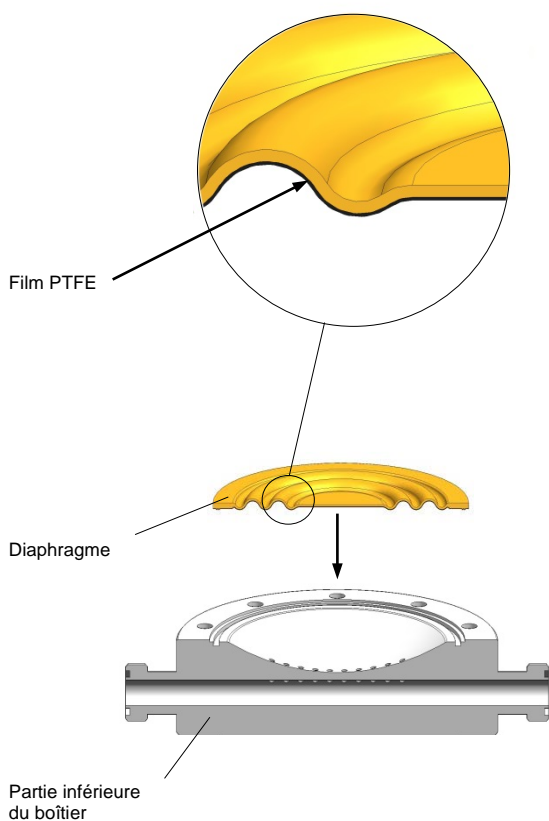

Fig. 29 Remplacement du diaphragme (version en matière synthétique)
- Placer le nouveau diaphragme avec le film PTFE vers le bas (pour les amortisseurs de pulsations avec diaphragme à enrobage PTFE) (cf. fig. 29).